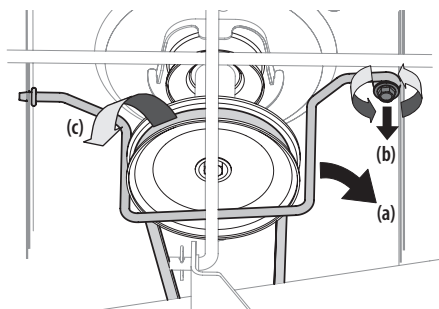

Figure 27
3. Enlevez la tige de retenue de la courroie (a) autour de la poulie du moteur en retirant le boulon autotaraudeur (b) qui la fixe. Voir Figure 27.
4. Retirez la courroie (c) autour de la poulie du moteur et de la poulie de tension. Voir Figure 27.